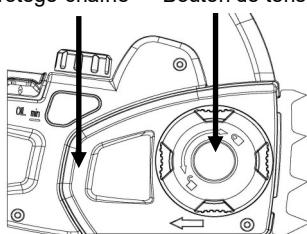

FIG. 12
- Enlever le couvercle de la chaîne. (Fig. 12)